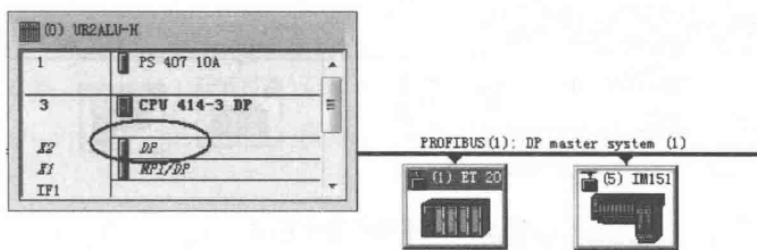

图 8-36 设置 DP 主站系统
1) 在 HW configuration 系统组态窗口中双击 DP 栏，在 DP 主站系统中激活“the constant bus cycle time”，具体做法如图 8-36 所示。